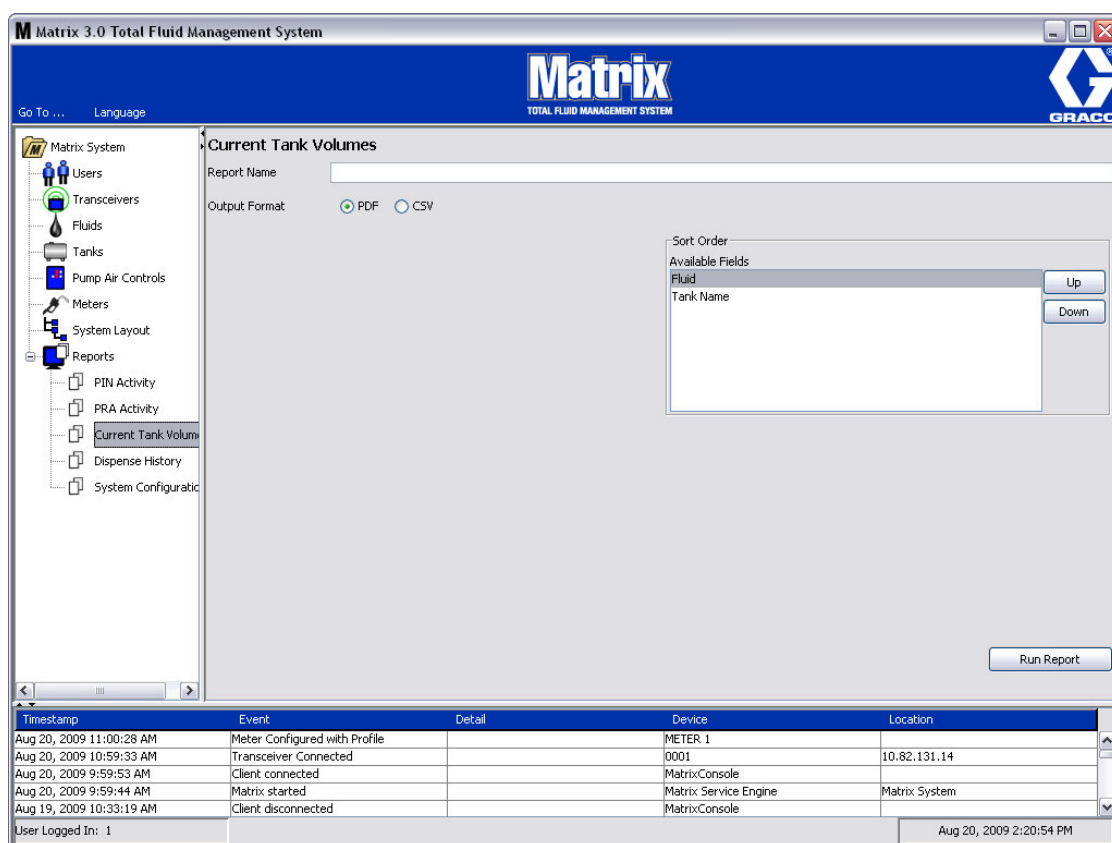

FIG. 105
- "Current Tank Volume" (Volume actuel du réservoir) (Fig. 105)